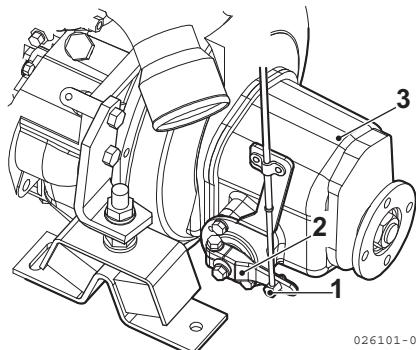
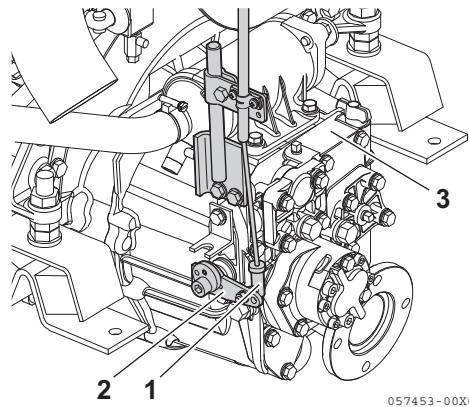

Figure 8
Figure 9
1. Veillez à ce que le levier de la commande à distance (Figure 8, (2)) ou (Figure 9, (2)) se déplace à la position correcte lorsque la poignée de la commande à distance se trouve dans les positions NEUTRE, VERS L'AVANT et VERS L'ARRIÈRE. Utilisez la position NEUTRE en tant que norme pour l'ajustement.
2. Pour ajuster, desserrez et resserrez la fixation de câble (Figure 8, (1)) ou (Figure 9, (1)).